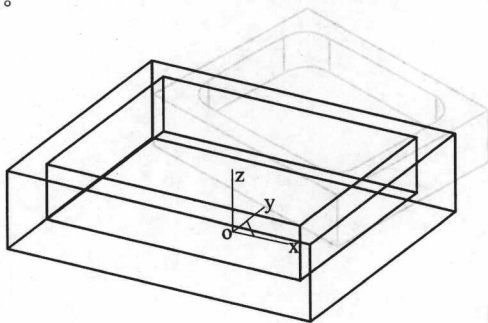
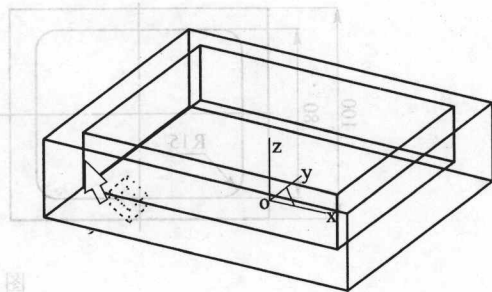
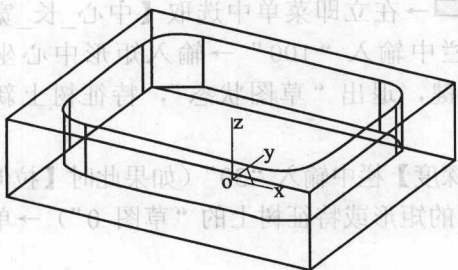

图 1-14
图 1-15
图 1-16
(4) 单击“线架显示”图标（为了拾取过渡棱边方便），结果如图 1-14 所示，单击“过渡”图标→在【半径】栏中输入“15”→按图 1-15 所示，拾取需过渡的棱边（共 4 条），当【边】栏中出现“边 0、边 1、边 2、边 3”后→单击【确定】按钮，结果如图 1-16 所示。